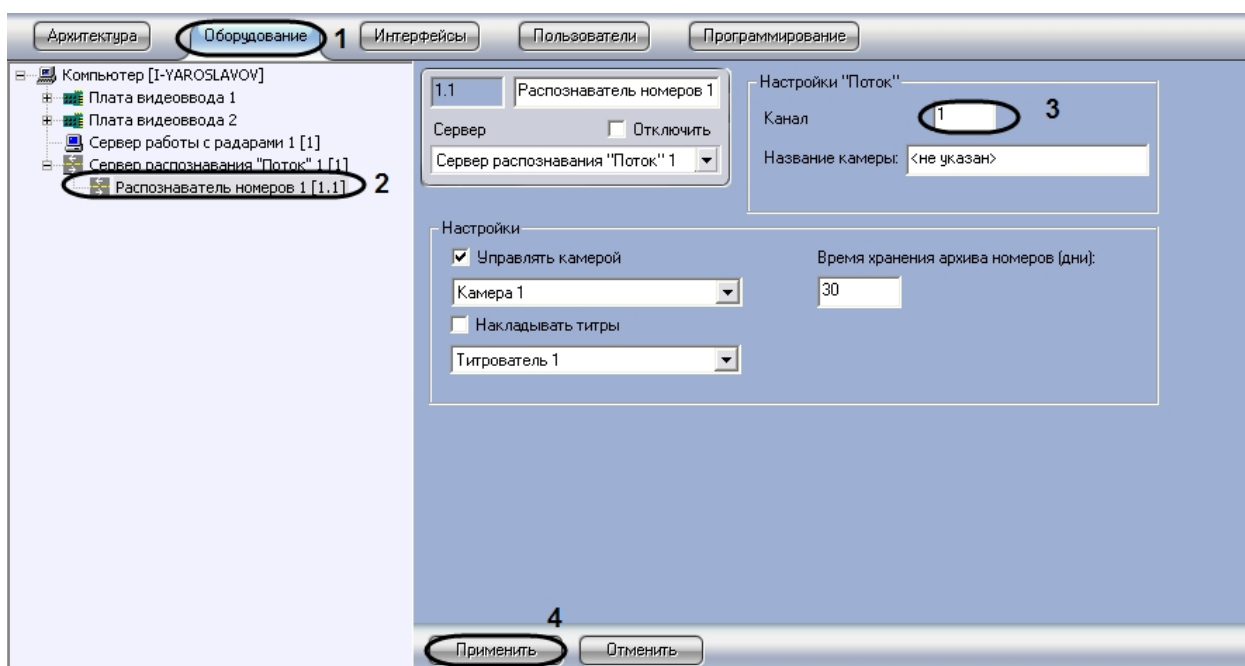

Рис. 45. Указание номера канала в комплексе Rossi «Поток»
2. В дереве объектов на вкладке «Оборудование» выбрать объект «Распознаватель номеров», соответствующий настраиваемому программному модулю «Поток». В правой части вкладки «Оборудование» отобразится панель настройки выбранного объекта (см. Рис. 45).